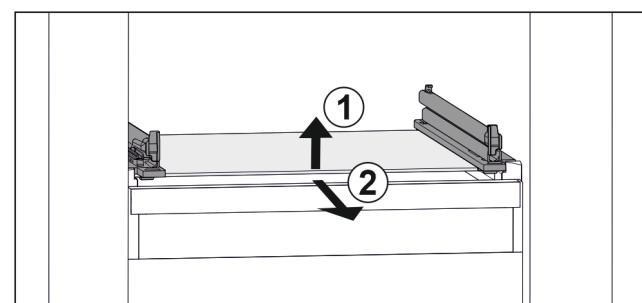

Fig. 54 Simbolična slika steklene plošče
- Stekleno ploščo dvignite v smeri naprej. Fig. 54 (1)
- Stekleno ploščo odstranite v smeri naprej. Fig. 54 (2)